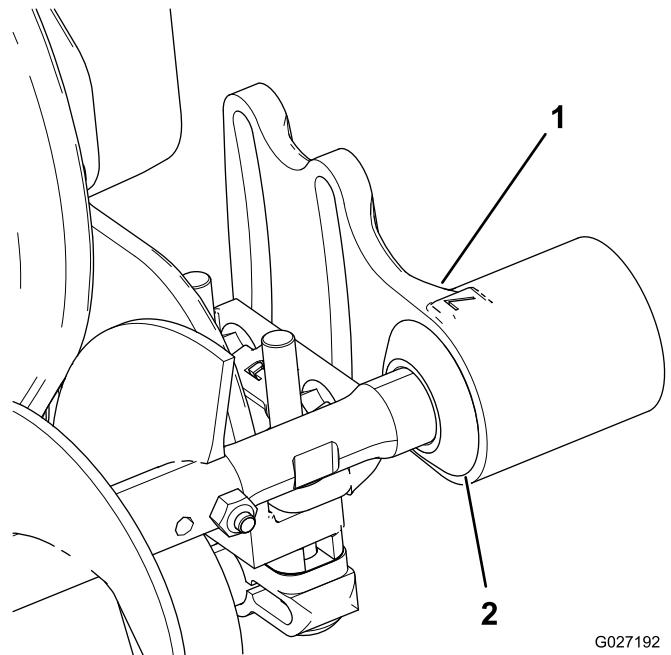

图 9
1. 向外滑动每个防尘圈直到唇形密封圈与每个轴承座轻轻接触 **图 9**。